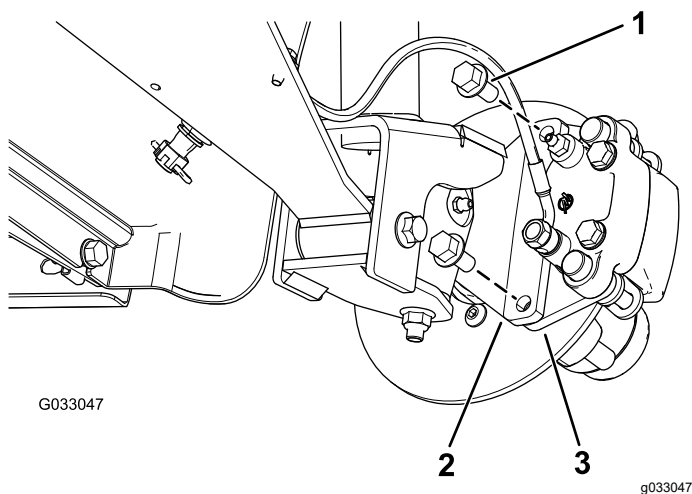
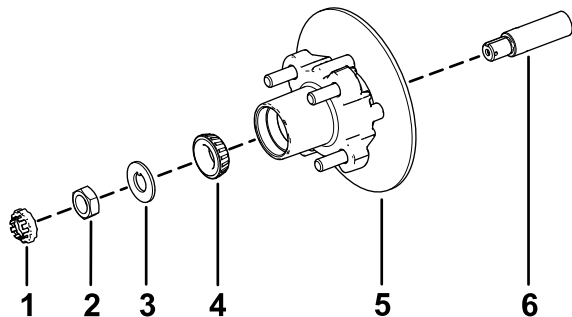

Figura 32
Figura 36
3. Retire los pernos con arandela prensada ($\frac{3}{8}$ " x $\frac{3}{4}$ ") que sujetan el soporte del conjunto de freno al eje y separe el freno del eje (Figura 32).
1. Aplique una ligera capa de grasa del tipo especificado en el eje (Figura 36).
2. Monte el cubo y el rotor en el eje con el rotor hacia dentro (Figura 36).
3. Monte el cojinete exterior en el eje y acople el cojinete al anillo de rodadura exterior (Figura 36).
4. Monte la arandela con pestaña en el eje (Figura 36).
5. Enrosque la tuerca en el eje y apriete la tuerca a 15 N·m, girando el cubo para asentar el cojinete (Figura 36).
2. Alinee las pastillas de freno en cada lado del rotor (Figura 32) y los taladros del soporte de la pinza con los taladros de montaje del freno de la mangueta (Figura 36).
3. Sujete el soporte de la pinza a la mangueta (Figura 32) usando los 2 pernos con arandela prensada ($\frac{3}{8}$ " x $\frac{3}{4}$ ").